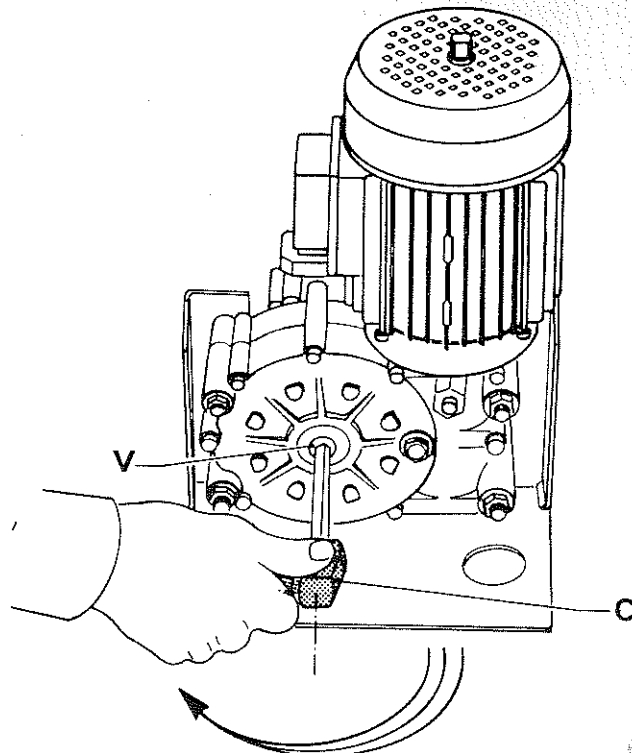

fig. 14
- Sbloccare il pignone allentando la vite V (fig. 14) con l'apposita chiave C in dotazione.